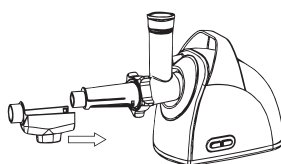

Рис.15
- 7.6.5 Наденьте пластиковую воронку на пластиковый конус до щелчка. (рис.15)